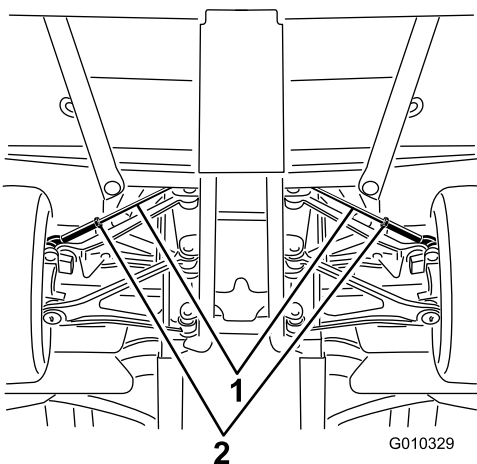

**Figura 48**
5. Măsurați distanța dintre anvelopele față la înălțimea osiei, atât în partea din față, cât i cea din spate a anvelopelor (Figura 48).